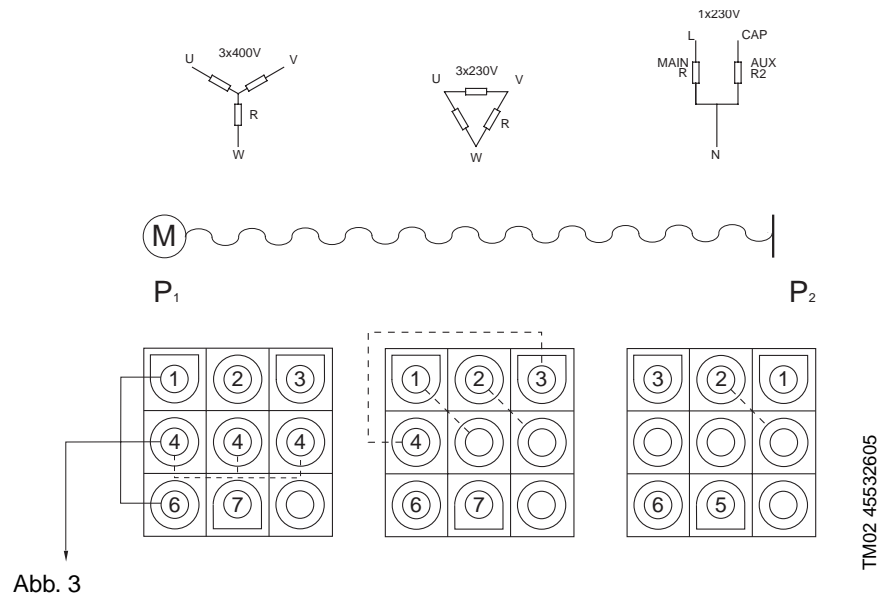

Abb. 3
- Meßpunkte, siehe Abb. 3. Motorseite des getrennten Mehrfachsteckers messen.